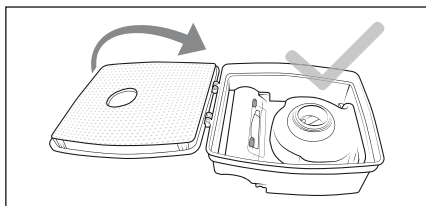

Fig. 11
- 7) Fixați filtrul EPA 7 la capacul recipientului de praf 12 și închideți-l (a se vedea fig. 11).